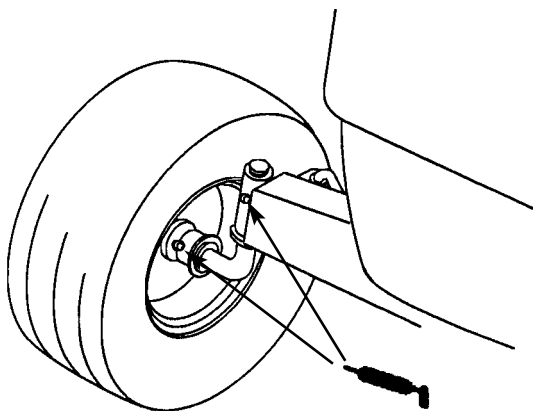

Fig. 14
1. Smør forhjulene, til fedtet begynder at sive ud af lejerne (fig. 14).